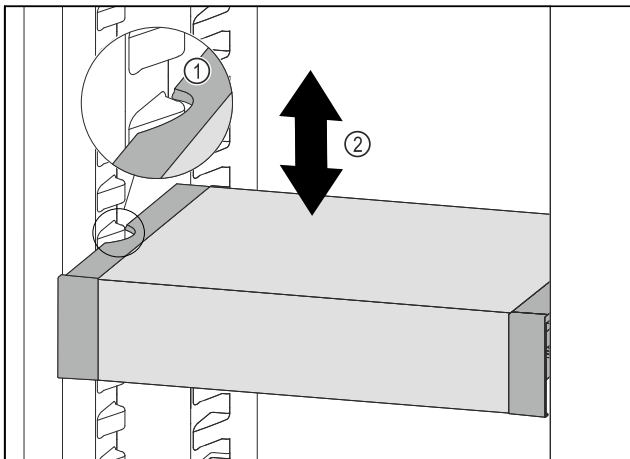

Fig. 102
- ▶ Изтеглете VarioSafe напред, докато страничните прорези на VarioSafe се намират на височината на реброто на съда в хладилната част. Fig. 102 (1)
- ▶ Преместете VarioSafe нагоре или надолу в хладилната част, докато се достигне желаната височина. Fig. 102 (2)